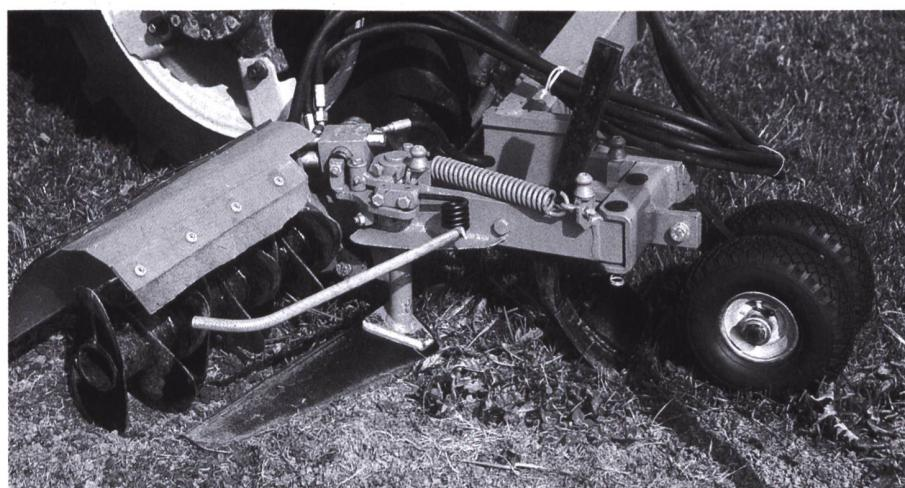

Abb. 3: Der Boden wird mit Flachschar unterschnitten sowie mit dem Messerrotor zerkleinert und eingemulcht (Müller).
- mit einem Messerkreisel und Bürste (Abb. 3).